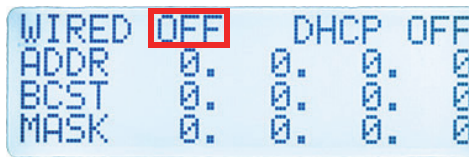

Figura 4-5 Menú DHCP
- Use la tecla de flecha hacia abajo y arriba ( ) para cambiar la opción a **OFF** [Desactivado] (ver Figura 4-5 en la página 69).